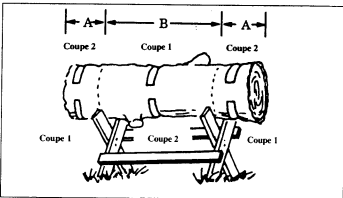

Figure 28
- la barre de guidage est tordue ou fissurée. Figure 28.